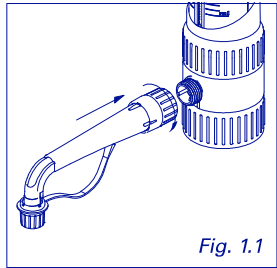

Fig. 1.1
Screw by hand delivery jet adapter nut No. 15 (Fig. 1.1) without forcing. Optional longer delivery jet available, see page 7.
Ausstossskanüle von Hand und ohne Gewaltanwendung auf Adaptermutter Nr.15 schrauben (Abb.1.1). Erweiterte Länge der Ausstossskanüle als Zubehör erhältlich, siehe Seite 7.
Insérer le bec verseur, visser à la main sans forcer l'écrou du raccord de bec No. 15 (Fig. 1.1). Un bec verseur plus long est disponible en option, voir page 7.
- ① Screw locking stopper (No. 17)
- ② Unscrew delivery jet adapter (No.15)
- ③ Replace with extended delivery jet (Fig. 1.1)
- ① Visser le bouchon de protection (No.17)
- ② Dévisser et séparer le raccord de bec (No.15)
- ③ Remplacer par le bec long (Fig. 1.1)